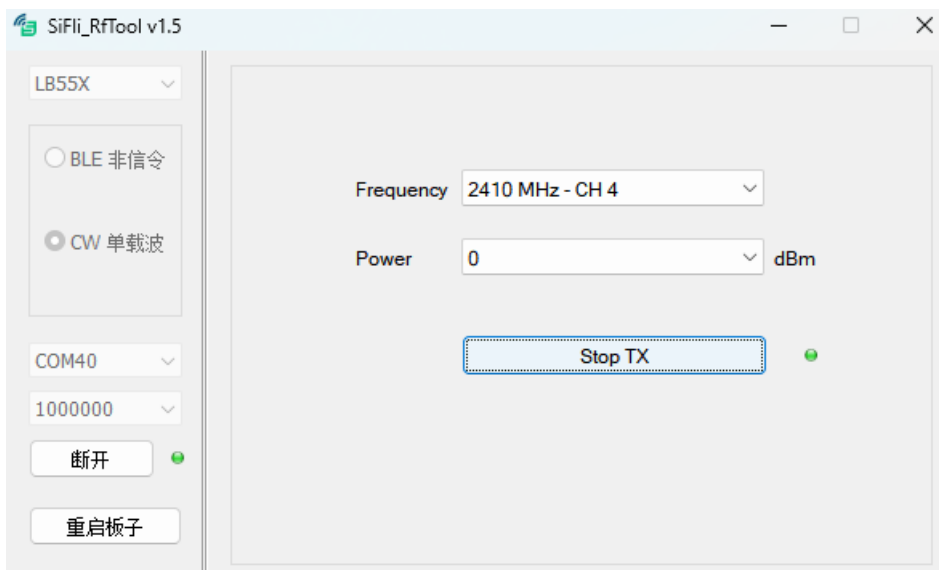

图 2-8
- 点击 **Start TX**，右侧指示灯变成绿色，如图 2-8。4s 左右后，可在综测仪上看对应测试值。（切换其他频率测试时，先点击 **Stop TX**，再修改频率和功率等级，修改完频率和功率后，再点击 **Start TX** 即可。）